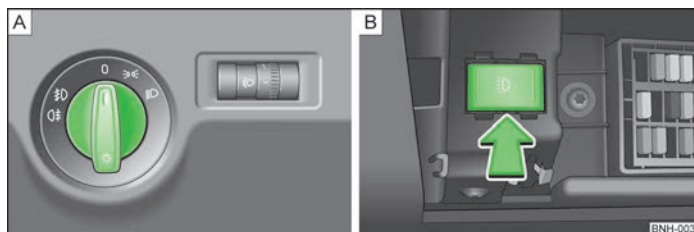

Abb. 18 Schalttafel: Lichtschalter / Sicherungsfach: Schalter für Tagfahrlicht
Bei Fahrzeugen mit **Rechtslenkung** weicht die Anordnung der Schalter zum Teil von der in » Abb. 18 auf Seite 34 gezeigten Anordnung ab. Die Symbole, die die Schalterstellungen markieren, sind jedoch gleich.
- Den Lichtschalter » Abb. 18 - **A** in Stellung $\Rightarrow \leftarrow$ drehen.
- Den Lichtschalter » Abb. 18 - **A** in Stellung 0 drehen.
Den Lichtschalter » Abb. 18 auf Seite 34 -  in Stellung 0 drehen.
- › Die Taste » Abb. 18 auf Seite 34 -  rechts drücken.
- › Die Taste » Abb. 18 auf Seite 34 -  links drücken.
- Den Lichtschalter » Abb. 18 auf Seite 34 - \square in Stellung \gg drehen und das Fahrzeug verriegeln.